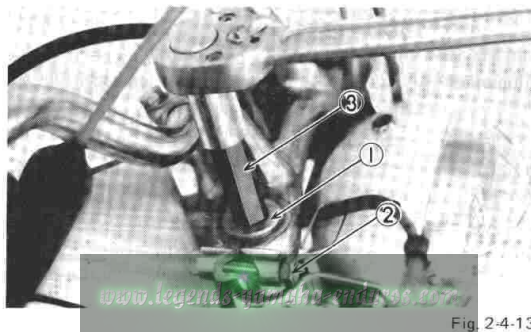

Fig. 2-4-13
9. Using socket adapter, replace fork cap bolts and torque to specification. (Fig. 2-4-13)
9. En utilisant un adaptateur à douille, remettez les écrous chapeaux de fourche et serrez comme indiqué. (Fig. 2-4-13)